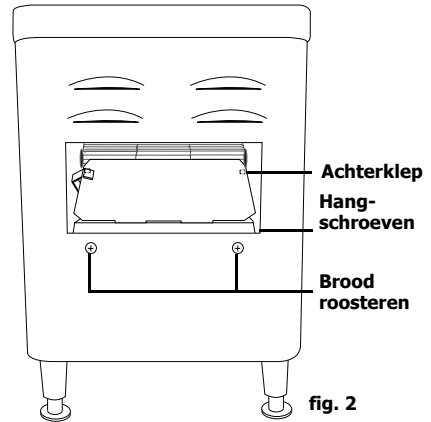

fig. 2
2. Plaats deze in de binnenkant van het apparaat door de ronde lip van de klep op de twee pinnen te laten rusten aan het einde van de band **[fig. 2]**.